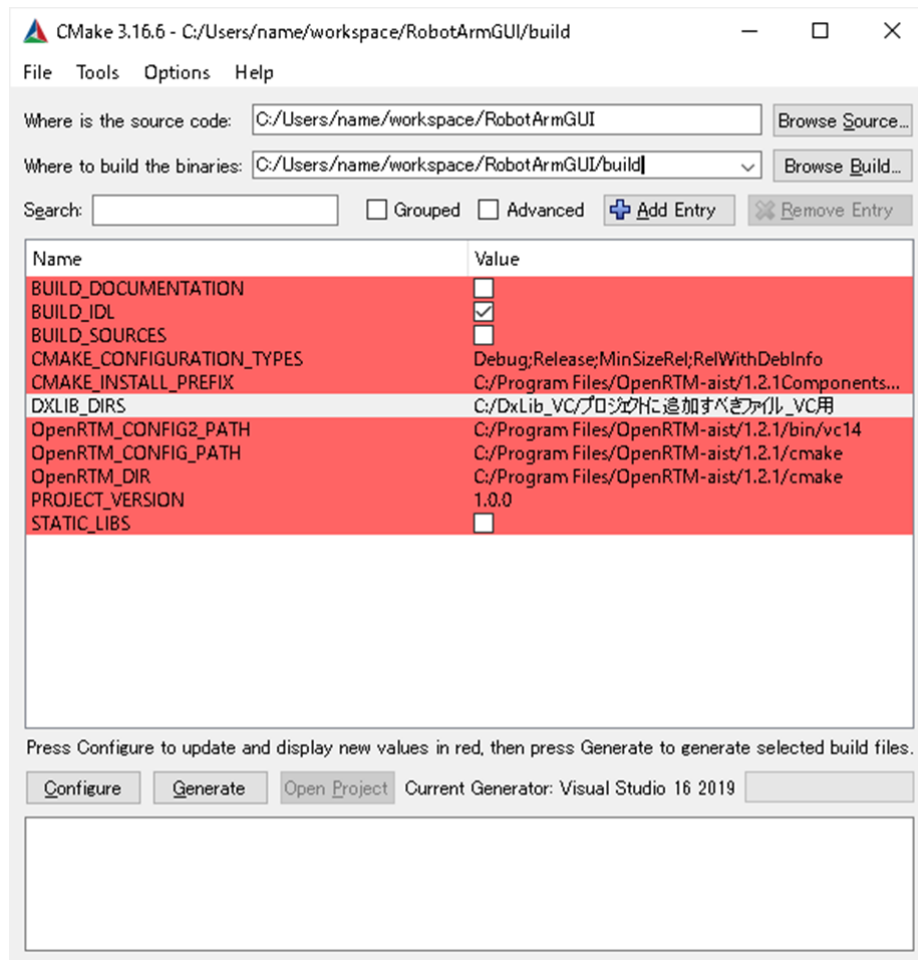

図13 DXライブラリの設定
- ① (2-1)の①～⑤までと同様の作業を行う。
- ② DXLIB\_DIRS の欄にDXライブラリのパッケージ内に入っている「プロジェクトに追加すべきファイル\_VC用」ディレクトリのパスを入力する(図13)。(パスの例→ c:\DxLib\_VC\プロジェクトに追加すべきファイル\_VC用)